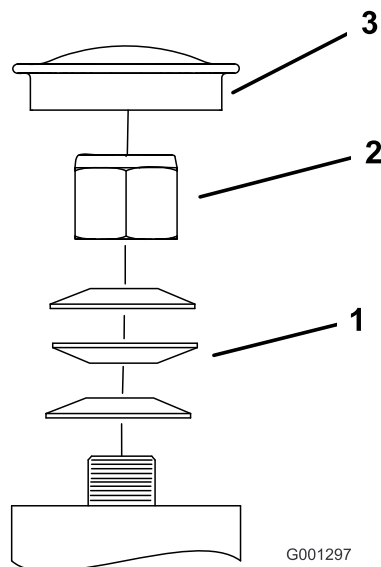

Figura 73
3. Retire o tampão antipoeira da roda e aperte a porca de bloqueio (Figura 73).
4. Aperte a porca de freio até que as anilhas de mola estejam planas e, em seguida, recue 1/4 de volta para aplicar devidamente a pré-carga nos rolamentos (Figura 73).
Importante: Certifique-se de que as anilhas de mola estão corretamente montadas como se mostra na Figura 73.
5. Instale o tampão antipoeira (Figura 73).